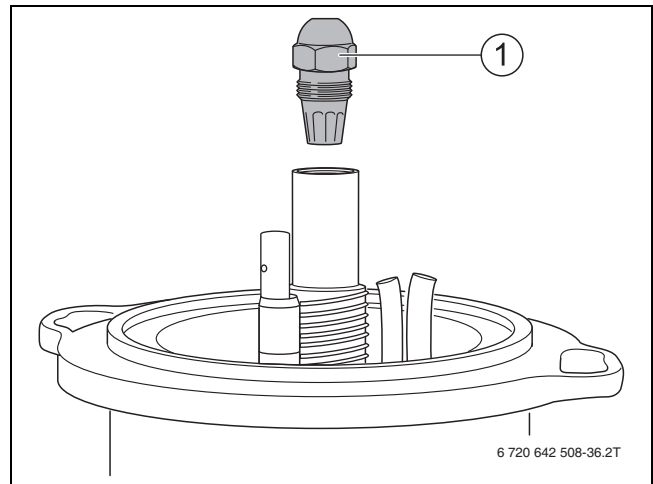

Bild 38 Düse abschrauben
- ▶ Düse abschrauben (→ Bild 38, Seite 24).